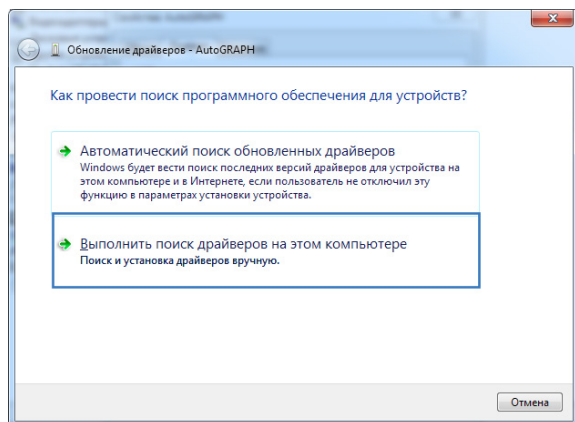

Рис.2. Ручная установка драйверов.
4. Выберите пункт «Выполнить поиск драйверов вручную» (Рис.2) и задайте путь к папке, в которую был распакован архив с драйверами.